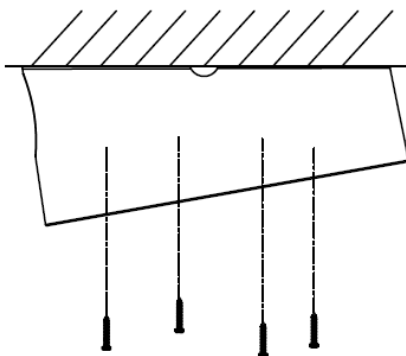

図 2-14 傾斜ベースの固定
3. 図 2-14 に示すように、付属のネジを使用して傾斜ベースを天井に取り付けます。